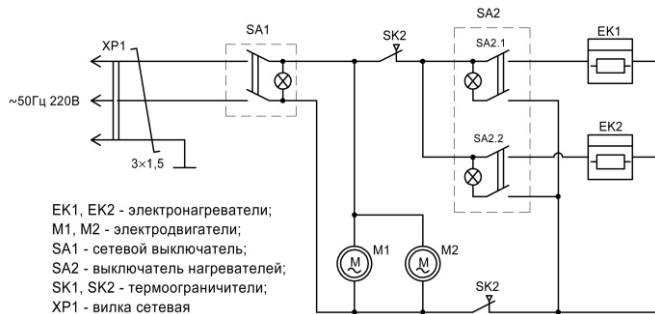

Рис. 2. Схема электрическая
5.4 Электрическая схема завесы представлена на рис.2 Приложения.
6.3 Завеса устанавливается на стене навешиванием с помощью пазов в основании на винты, предварительно установленные в стене (рис. 2 Приложение).